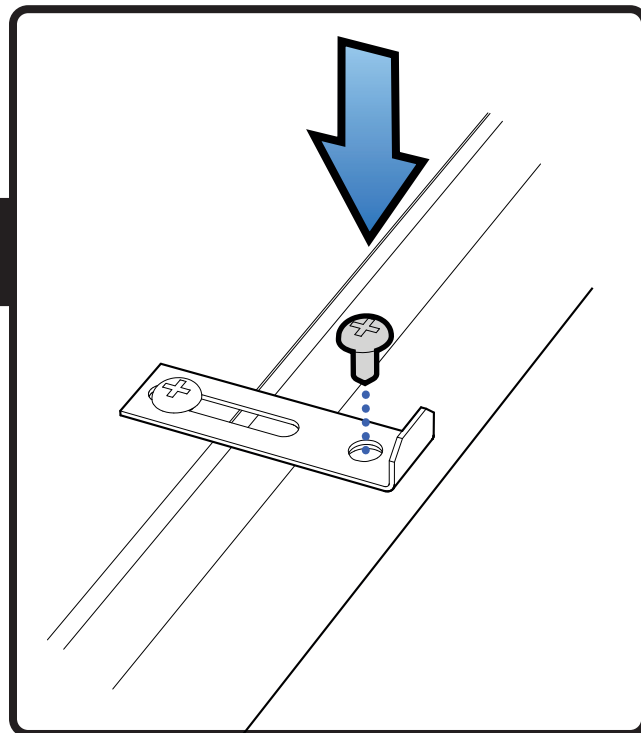

Fig. 12
1. Lossa skruven på fläktdörren (se fig. 12).